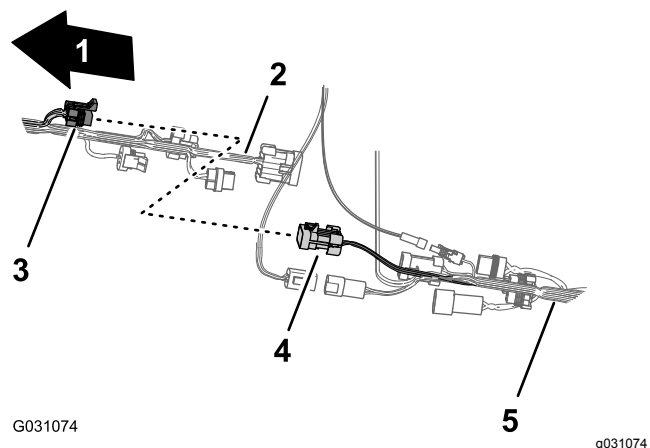

図 88
2. 前方ハーネスのスプレーヤ用ハーネスインターコネクタの10ソケットコネクタを、後方ハーネスのスプレーヤ用ハーネスインターコネクタの10ピンコネクタに接続する 図 88。